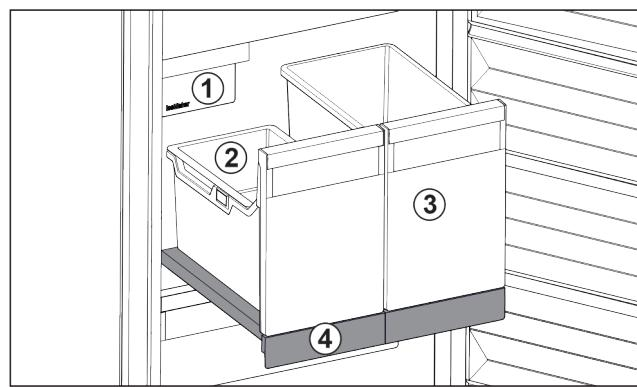

Fig. 116 Compartiment coulissant avec IceTower
Le compartiment coulissant comprend deux bacs hauts (IceTower). Le bac *Fig. 116 (2)* permet de recueillir et de stocker les glaçons de l'IceMaker. Les bacs *Fig. 116 (3)* sont conçus pour stocker des aliments hauts comme les pizzas et boissons alcoolisées.